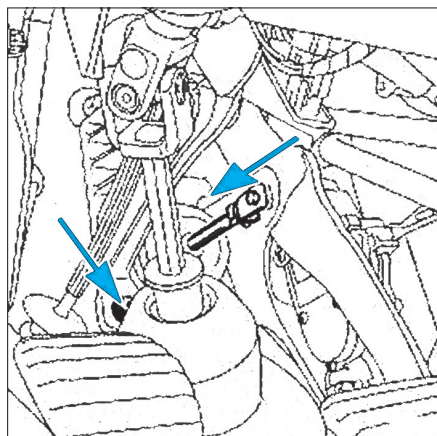

FIG. 17
- Déposer l'axe de liaison entre la chape de la pédale de frein et la tige de poussée du servofrein (Fig.17).